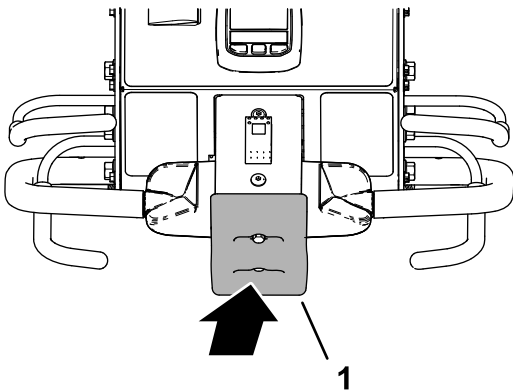

Bild 36
- Halten Sie den Schaltbügel und den Fahrtriebshebel betätigt und betätigen Sie den Anschlagsschalter (Bild 36).